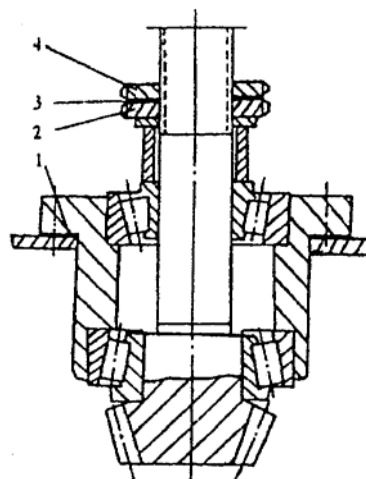

Рис. 13. Регулировка предварительного натяга шестерни главной передачи в сборе
2. Регулировка предварительного натяга шестерни главной передачи в сборе (см. рис. 13)